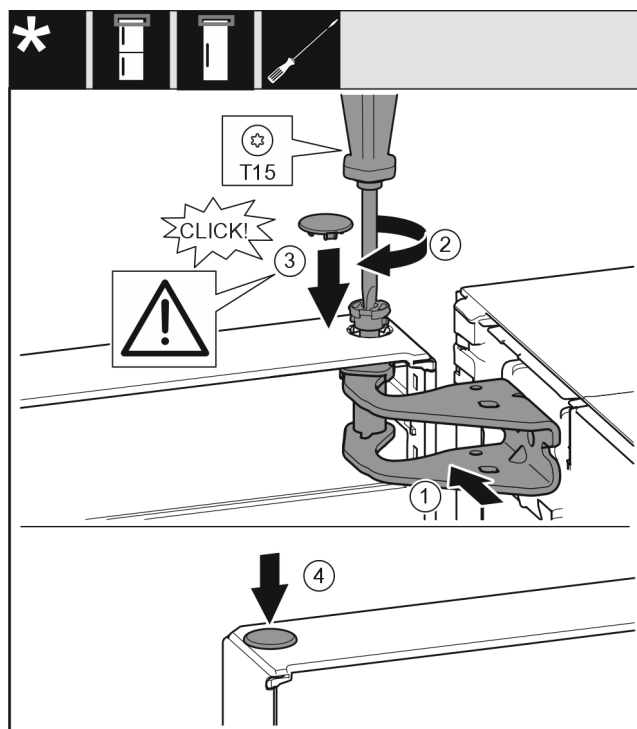

Fig. 36
- ▶ Вирівняйте двері зверху з отвором в опорному кронштейні Fig. 36 (1).
- ▶ Вставте штифт Fig. 36 (2) та закрутіть за допомогою викрутки.
- ▶ Вставте кришку Fig. 36 (3).
- ▶ Перевірте, щоб кришка Fig. 36 (3) щільно прилягала до дверей.
- ▶ Вставте кришку Fig. 36 (4).